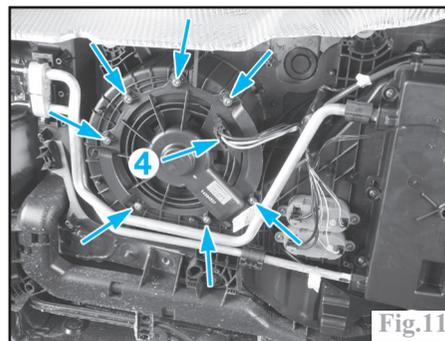

Fig.11
Réaliser un montage en soutien sous le capot de climatisation à l'aide d'un cric. Déposer les vis du capot (3) de climatisation puis extraire ce dernier. Débrancher le connecteur du motoventilateur (4) (fig.11).